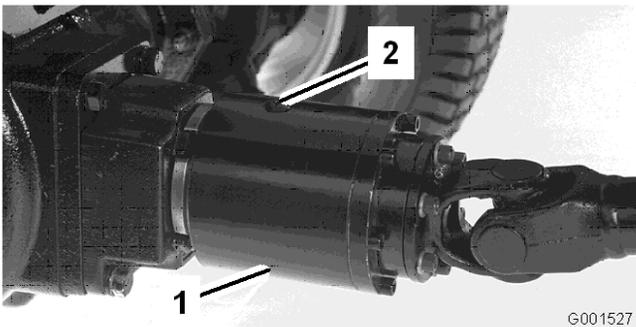

図 28
2. クラッチ(図 28)を回して点検プラグ(図で12時の位置にある)が4時の位置にくるようにする。